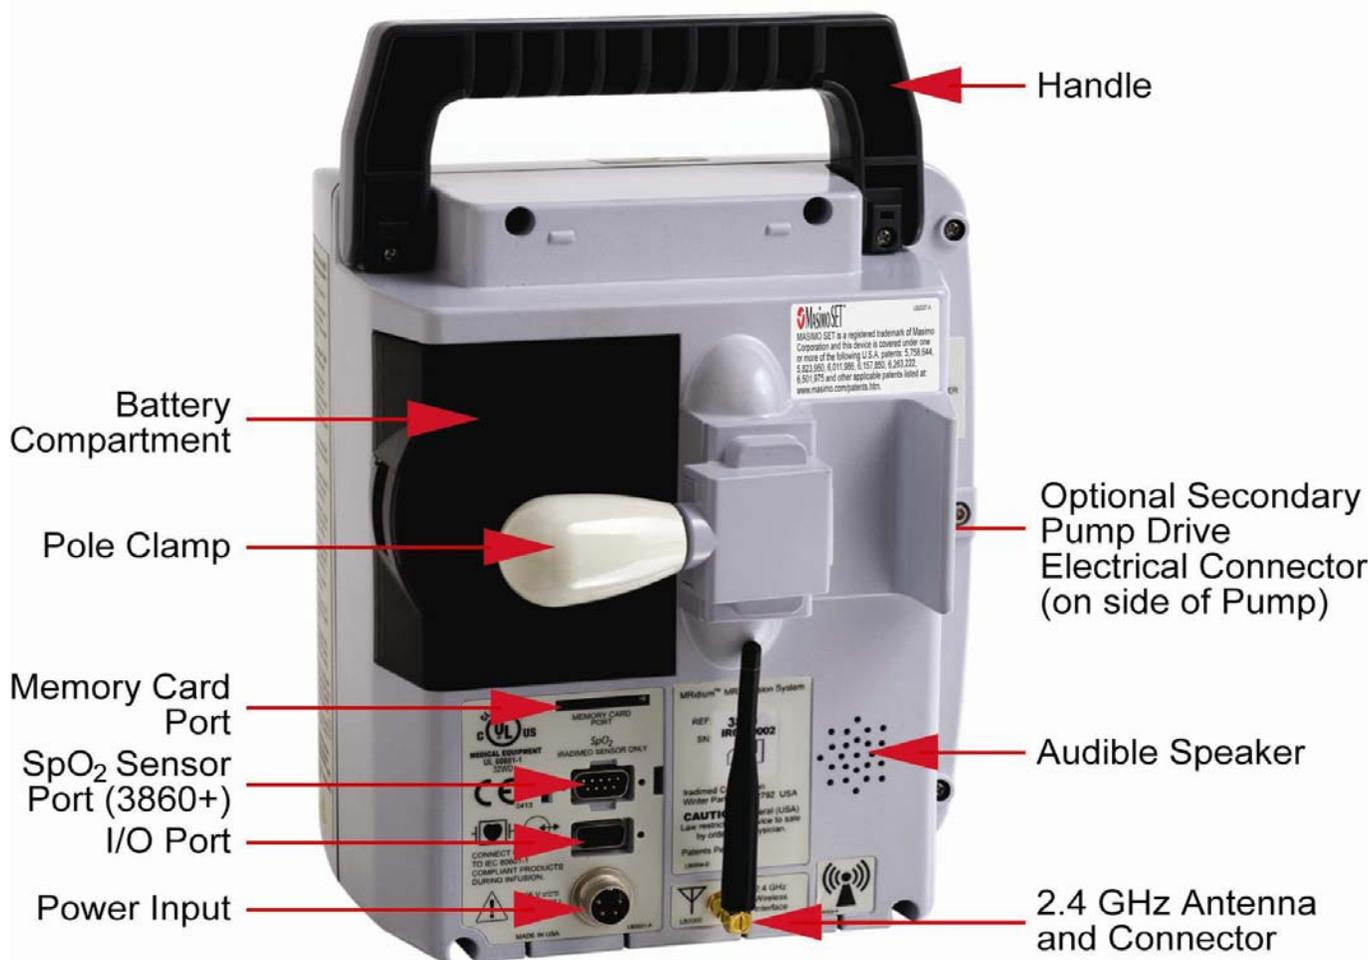

Figura 1-3. Parte posteriore della pompa
1.1.3 Parte posteriore della pompa. Vedere la Figura 1-3 per la posizione dei componenti principali presenti nella parte posteriore della pompa.